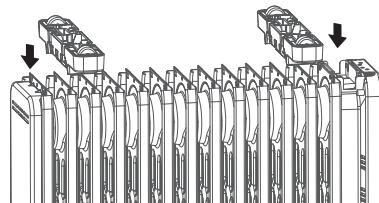

Abb. 1
2. Richten Sie wie in Abb. 1 dargestellt die Halterungen mit den Füßen entsprechend aus.